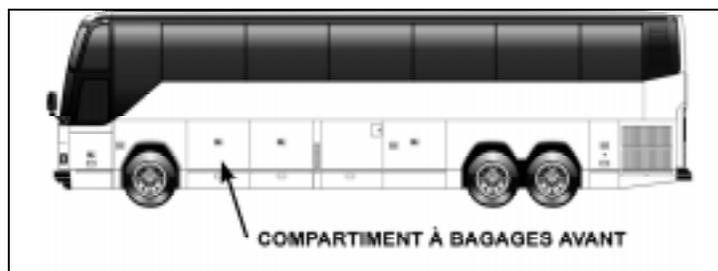

FIGURE 1 : EMPLACEMENT DU COMPARTIMENT À BAGAGES AVANT
1. Ouvrir la porte gauche ou droite du compartiment à bagages avant (voir la figure 1).